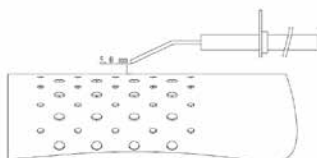

Figure 1
- Si le chauffage doit travailler pendant une longue période à sa capacité maximale, de la glace peut se former sur la bouteille. Ceci est dû à un retrait excessif de vapeur. La bouteille ne doit être chauffée ni pour cette raison, ni pour tout autre. Pour éviter cet effet ou au moins le réduire, utiliser une grande bouteille ou deux bouteilles liées entre elles (fig. 1).
- b) Vérifier la position de l'électrode d'amorçage (voir figure 1).